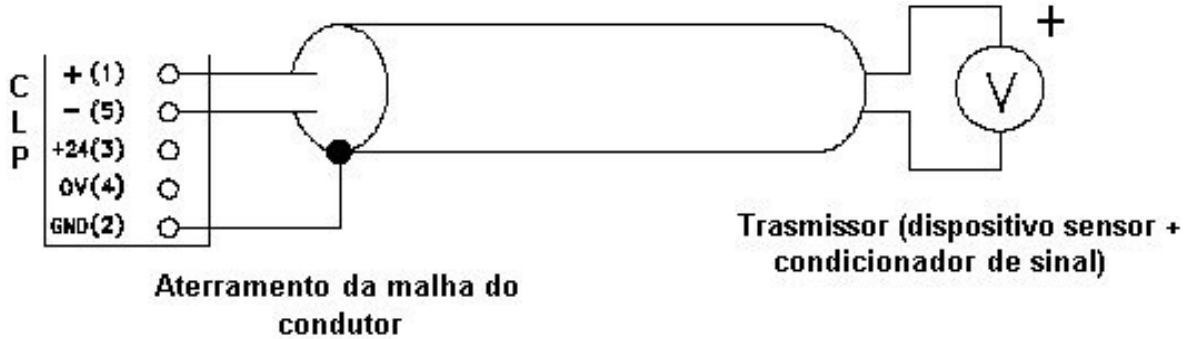

Fig. 7 - Ligação de um transmissor com sinal de saída em tensão a um canal de entrada analógica em tensão de um CLP
- **Saída em tensão:** o transmissor encaminha níveis de tensão equivalentes ao valor da variável que está sendo medida a um dispositivo que fará a aquisição deste sinal. Observe na Fig. 7 a ligação entre um transmissor e um canal de entrada analógica.